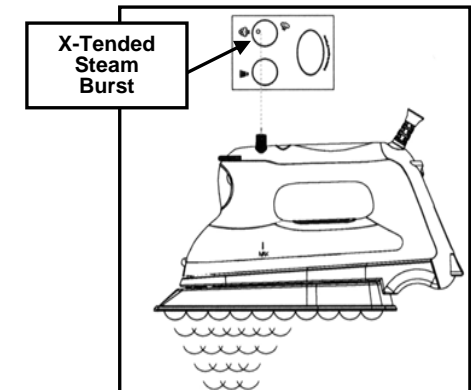

Fig. 4
3. Gire el botón del vapor en sentido horario hasta la posición X-Tended. (Fig. 4)